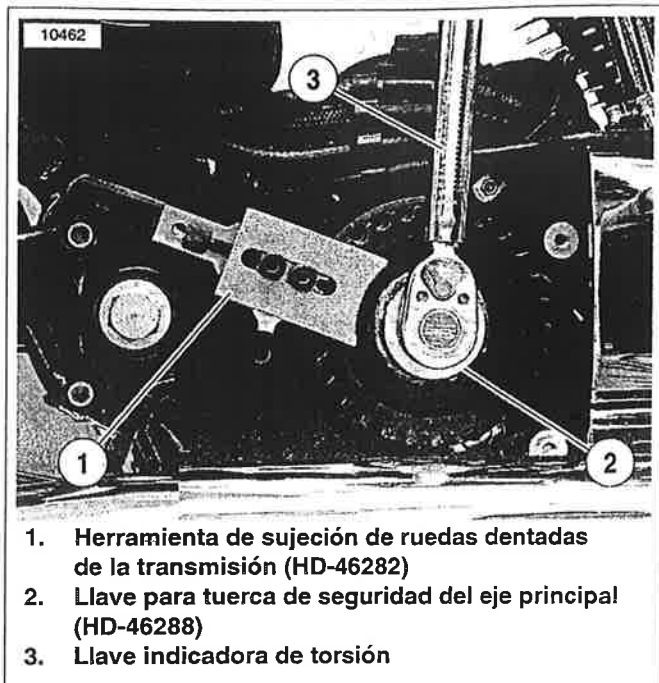

Figura 6-74. Instalación de la tuerca de seguridad de la transmisión
2. Cambie la transmisión a neutro. Aplique unas cuantas gotas de **LOCTITE THREADLOCKER 262 (rojo)** a las **roscas hacia la izquierda** de la tuerca de la rueda dentada de la transmisión (3). Coloque la tuerca con el lado de la arandela hacia la rueda dentada de la transmisión. Gire la tuerca **hacia la izquierda** para instalarla sobre el eje del engranaje de la propulsión principal.
- a. Vea la Figura 6-74. Use la **HERRAMIENTA DE SUJECIÓN PARA LA RUEDA DENTADA DE LA TRANSMISIÓN (HD-46282)** (1) y la **LLAVE PARA TUERCA DE SEGURIDAD DEL EJE PRINCIPAL (HD-46268)** (2) y una llave indicadora de torsión (3). Coloque el mango de la herramienta sujetadora de la rueda dentada en la pieza de soporte del apoyapiés. Apriete la tuerca a **67,8 N·m (50 lb-pie)** **inicialmente**.